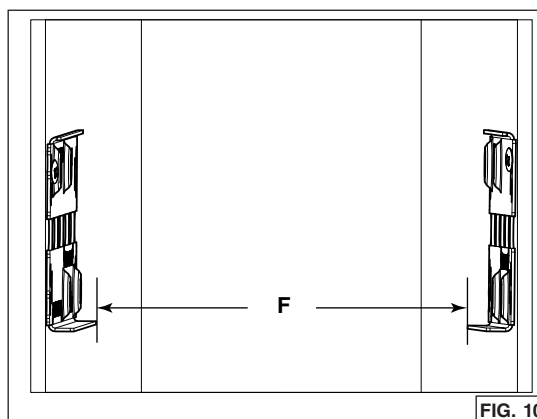

FIG. 10
6. Mesurer la distance entre les rebords du bas des deux supports (F) (FIG. 10). Le tableau ci-dessous indique les distances apprôchées nécessaires :